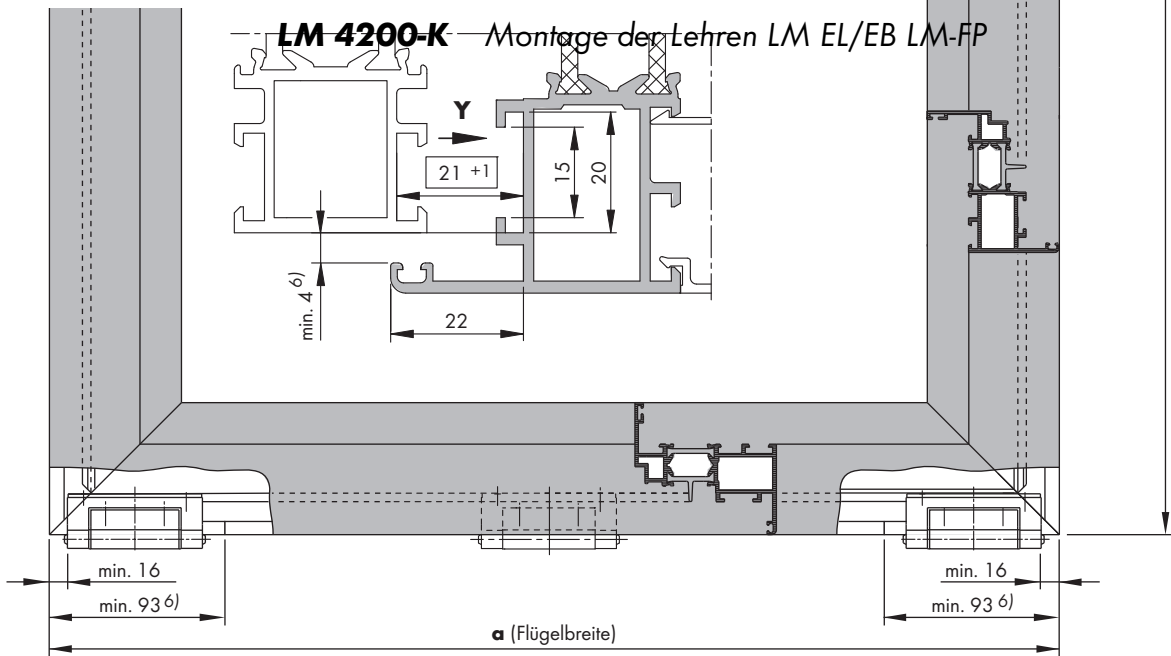

Bild 1
10. Bohrungen $\varnothing 4,2$ für Halteplatte (6) bohren (siehe Bild 1).
11. Markierungen für Lehre LM EB LM-FP (Rahmenlehre) am Rahmen vornehmen (siehe Bild 1).